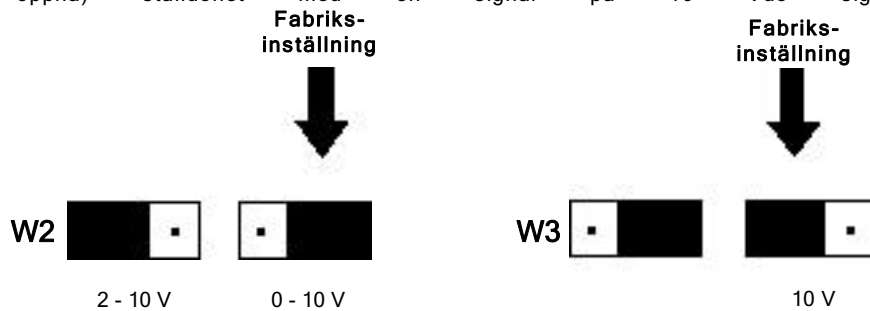

Fig. 36 Inställning av insignal-området.
4.2.2 Inställning av W2 förbindningsbrytare (insignal-område, fig. 36)